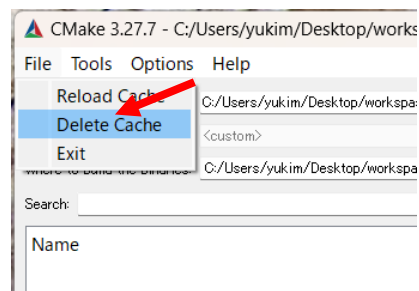

図 17 [Delete Cache]の場所
- ⑥ 図 17 のように[メニューバー]の[File]をクリックし、[Delete Cache]をクリックする。